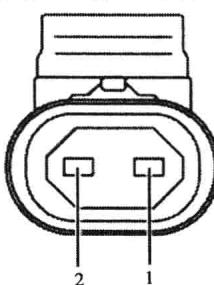

图 1-1-24 凸轮轴排气位置电磁阀连接器端子图
17. 排气凸轮轴位置电磁阀连接器端子图（图 1-1-24）及端子功能表（表 1-1-17）
18. 进气凸轮轴位置电磁阀连接器端子图（参见图 1-1-24）及端子功能表（表 1-1-18）